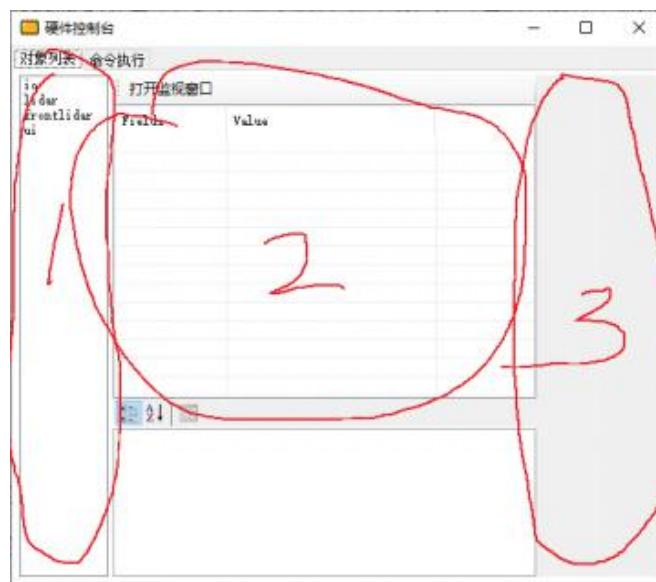

图 3.1-1
- IOObjectMonitor：相当于普通的变量。与普通的成员变量唯一不同的点在于，被设定为 IOObjectMonitor 的变量会在 UI 上显示。需要注意，上面 3 种成员变量也会自动显示在 Medulla 的 UI 上（图 3.1-1 的区域 2）。
全部的 4 种 Attribute 均有 desc 属性，desc 内容的字符串会显示在 Medulla 图 3.1-1 的区域 2 中。另外，AsUpperIO 与 AsLowerIO 还具有 timeOutReset 属性，当设为 true 时，若相关的变量没有被更新，则会被置零。